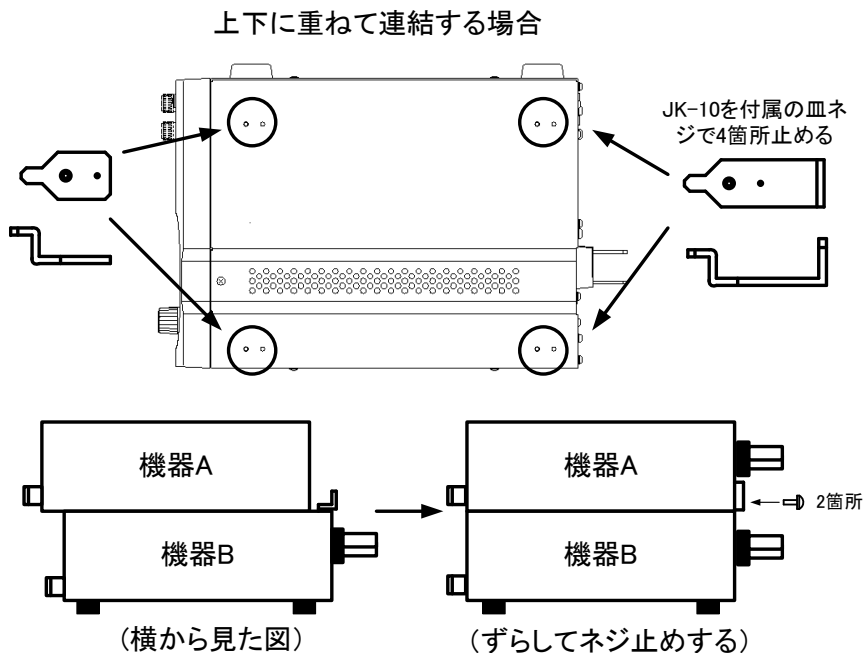

図 6-6. 上下に重ねて連結の場合
- (2) 機器 B の上面側にジョイントキット(JK-10)を付属の皿ネジでしっかりと固定します。(4箇所)
- (3) 図 6-6 のように機器を置き、機器 B 側の金具の突起部が機器 A 側のゴム足を外したあとの穴にきちんとはまるように組みます。
- (4) 機器 A をずらして背面パネルとジョイントキット(JK-10)の金具を付属のセムスネジでしっかりと固定します。(2箇所)